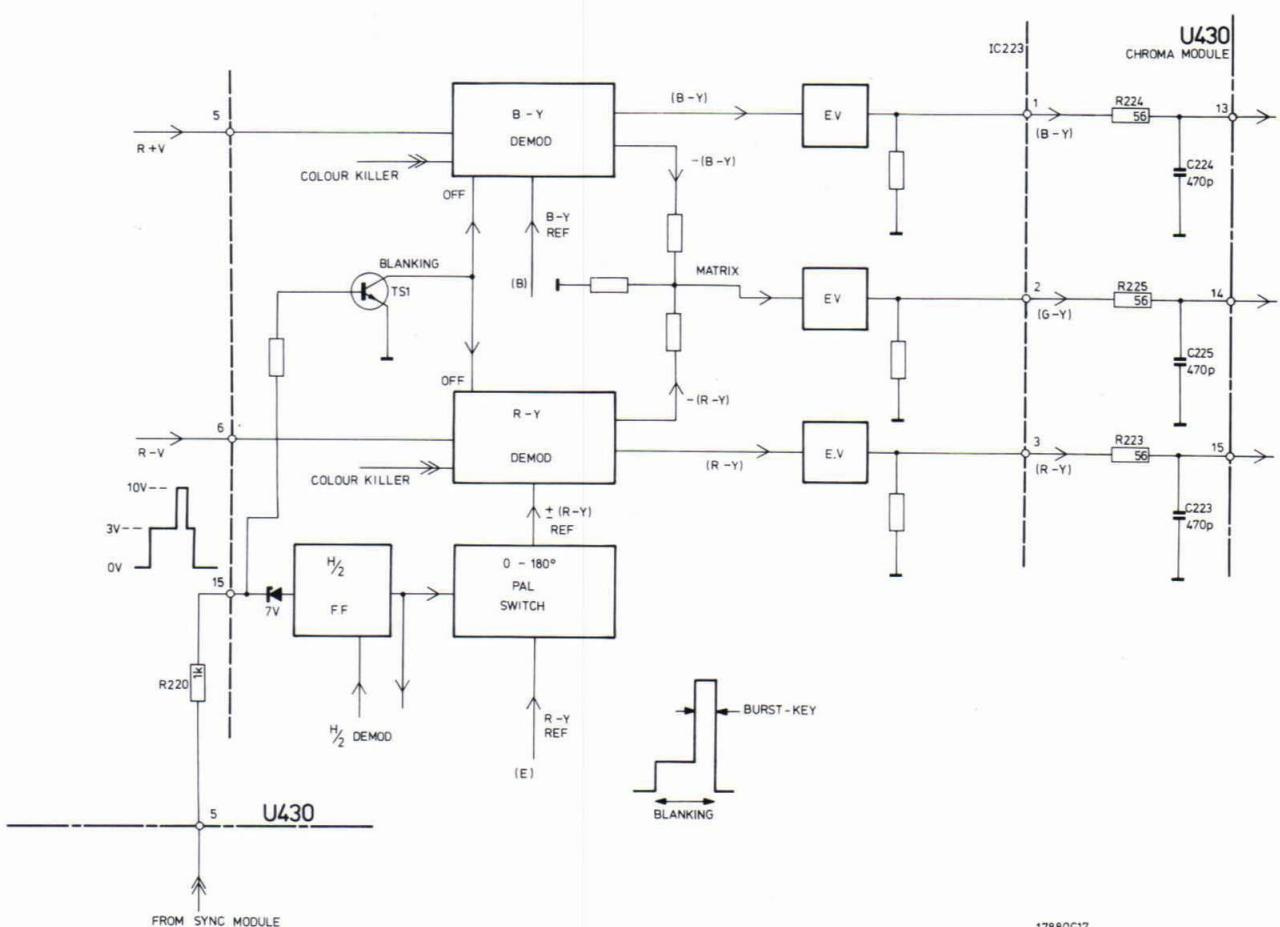

Fig. V-9
6. De demodulatoren en de G-Y matrix (Fig. V-9)